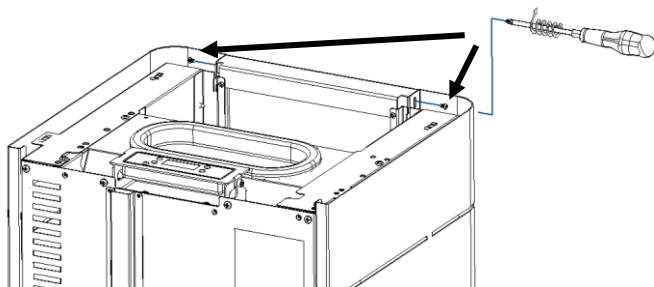

Figura 38 - Fixação capas laterais
d) Apertar as laterais ao frontal, tal como demonstra a Figura 38 (utilizar 2 parafusos A).